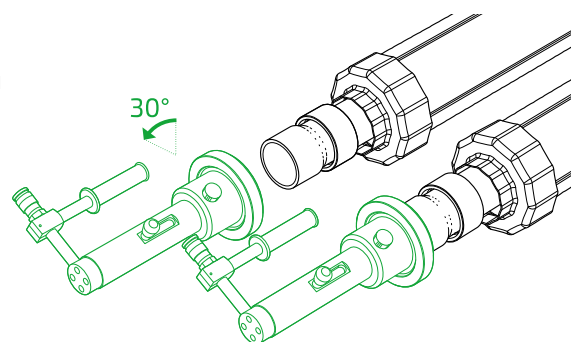

Рис. 4.5.7
8. Сравить давление в насосе. Повернуть гидроцилиндр с насадкой на 30° и повторить предыдущую операцию (рис. 4.5.7).